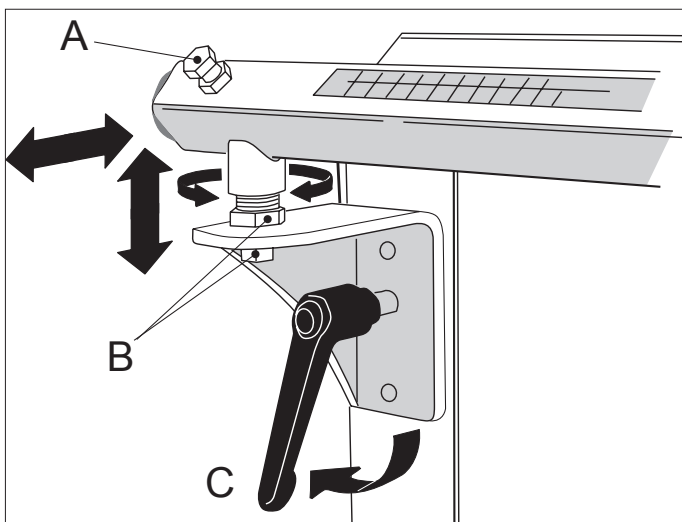
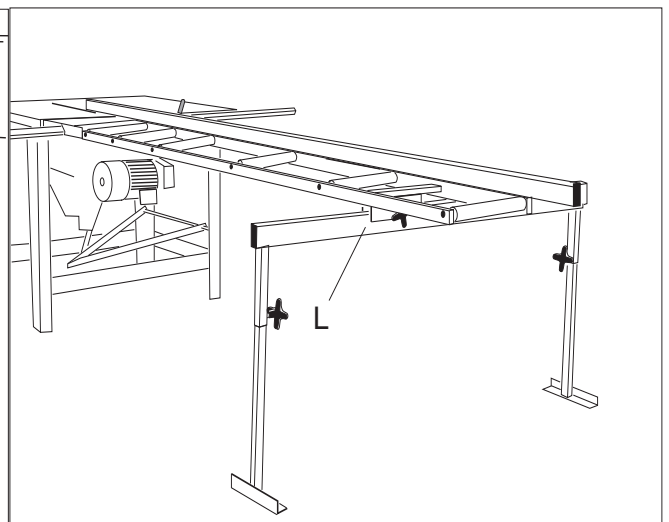

Fig. 3
Fig. 4
- Styreskinnen hektes på sagbena og låses v.h.a. låsespakene **C**. *Fig. 3.*
- Kontroller høyden på rulleanlegget ved å legge det løse anholdet over svingskiven, rulleanlegget og rullebordet. Juster høyden på rulleanlegget i plan med svingskiven på sagen ved å løse kontramutterne til styreskinnens festeskruer **B**, og juster festeskrue og kontramutterne *fig. 3*. Finjuster høyden på støttebukk **L** *fig. 4*.
- Drei sagens svingskive til 90°, juster vinkelen på styreskinnen med styreskinnens festeskrue **B**, bruk en vinkel mellom anholdet og sagbladet som kontroll *fig. 4b*. Trekk til festeskrue *fig. 3*.
Fig. 4 a
Fig. 4 b